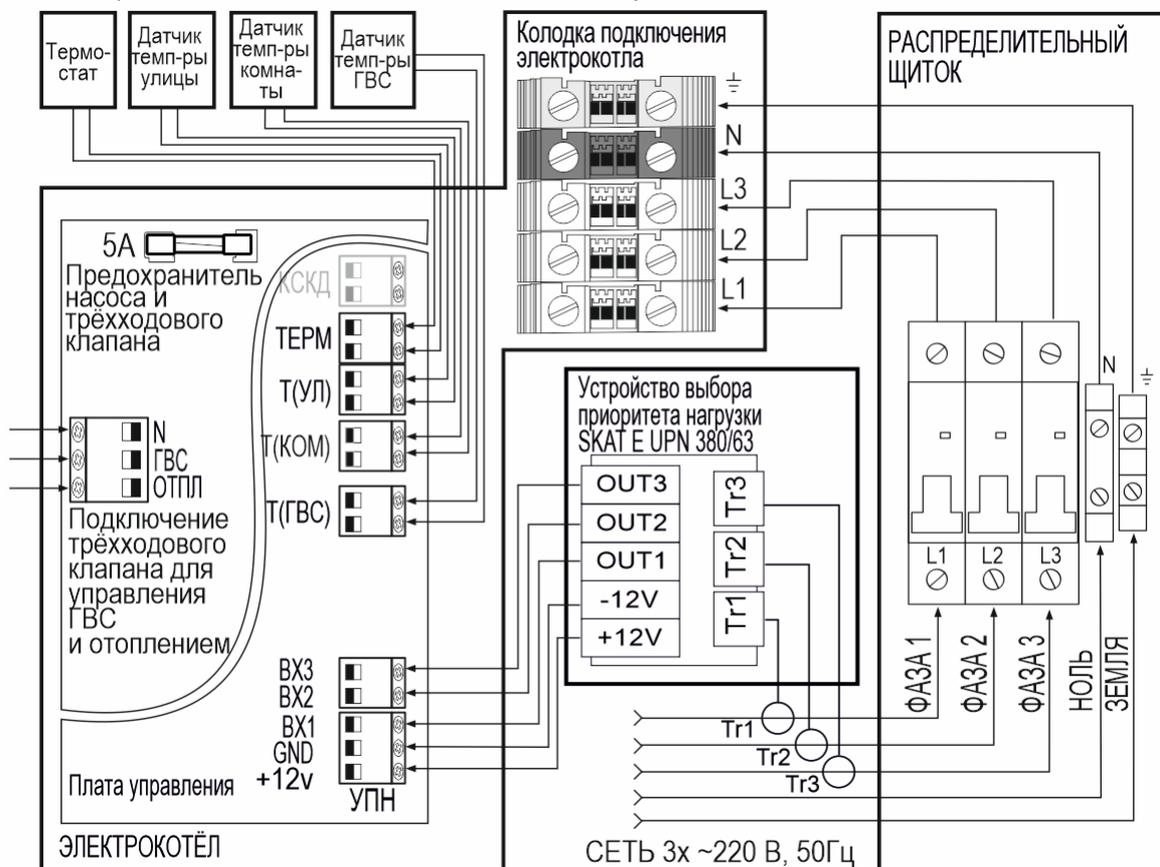

Рис. 7. Схема подключения электродкотла к сети 3х ~220 В
на временное отключение ТЭНов (см. схему подключения на Рис. 7).
нием «ТЕРМ» перемычку, установленную на заводе-изготовителе (см. Рис. 7).
- подключить на плате управления датчик уличной температуры к колодке с надписью «Т(УЛ)» (см. Рис. 7);